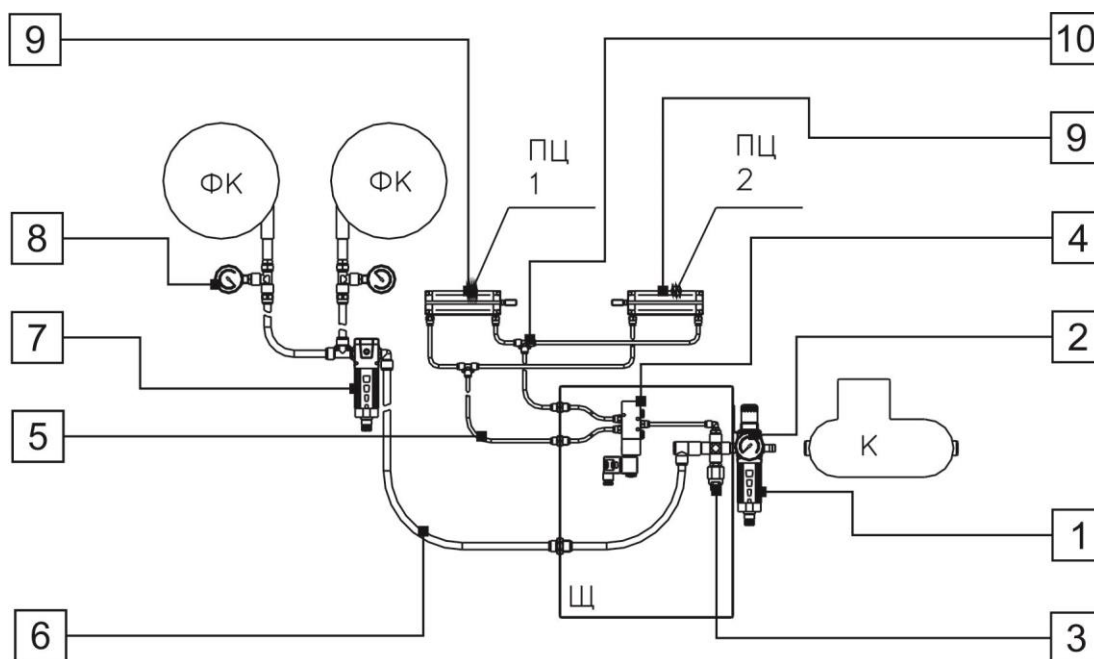

Рис. 19
4.13. НАПРАВЛЯЮЩИЕ И РЕГУЛИРУЮЩИЕ ПНЕВМАТИЧЕСКИЕ КОМПОНЕНТЫ (только для модификации «МТКК 3050 М-23») обеспечивают функционирование системы регенерации кассетных фильтров фильтровального агрегата. Направляющие и регулирующие пневматические компоненты компактно размещены в отдельном шкафу. Сигналы, управляющие работой пневматических компонентов, согласно программе цикла, поступают от выносного электрического пульта с блоком автоматического управления БАУ «МИКРОН». Направляющие и регулирующие пневматические компоненты (Рис. 19) включают в себя: фильтр-регулятор MD1-FR0000-1/4 (1), манометр M053-P10 (2), реле давления PM11-NA (3), электропневматический распределитель 358-015-02-U7H (4), трубки HTR 6/4 (5), трубки HTR 12/10 (6), фильтр MD1-F000-1/4 (7), манометр M053-P12 (8), пневматический цилиндр (9), тройник (10).